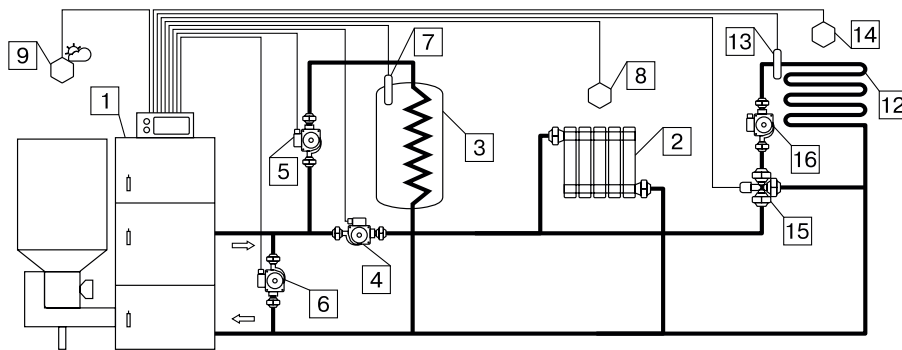
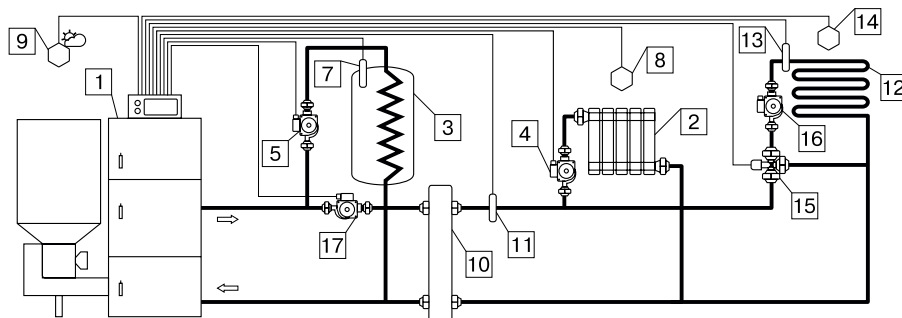

Рис.13. Упрощенная схема подключения котла с узлом рециркуляции.
Рис.14. Упрощенная схема подключения котла с гидроразделителем, контуром ГВС и теплого пола.
7.1.4.1 Упрощенные варианты схем монтажа котла с закрытой системой отопления представлены на рис.13; рис.14 (Только для исполнения «Стационарный»).
7.1.4.5 Во избежание конденсации продуктов сгорания в котле и повышения долговечности котла и дымохода, отопительный котел должен быть оборудован контуром рециркуляции или смесительным устройством, поддерживающим температуру теплоносителя на входе в котел выше 65°C, (точка росы продуктов сгорания) (см. Рис.13, 14).